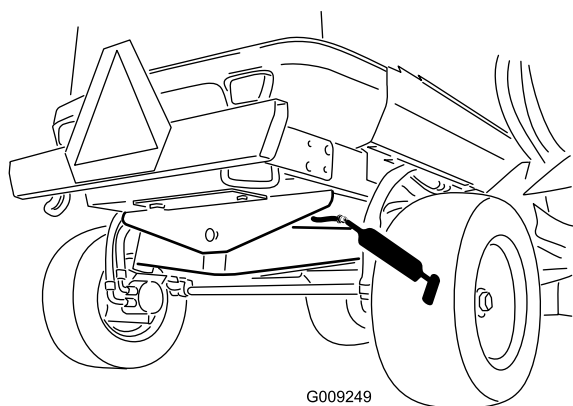

Рисунок 50
- Втулка шарнира заднего моста (1 шт.) (Рисунок 50)